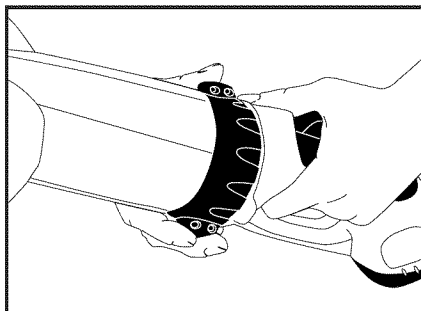

Figure 4
1. Tenir l'accessoire fermement d'une main (ne pas le tenir par une des pièces tournantes telle que la poignée auxiliaire) et, de l'autre main, faire pivoter la bague de verrouillage de la poignée d'alimentation électrique dans la position déverrouillée. (Voir figure 4.)